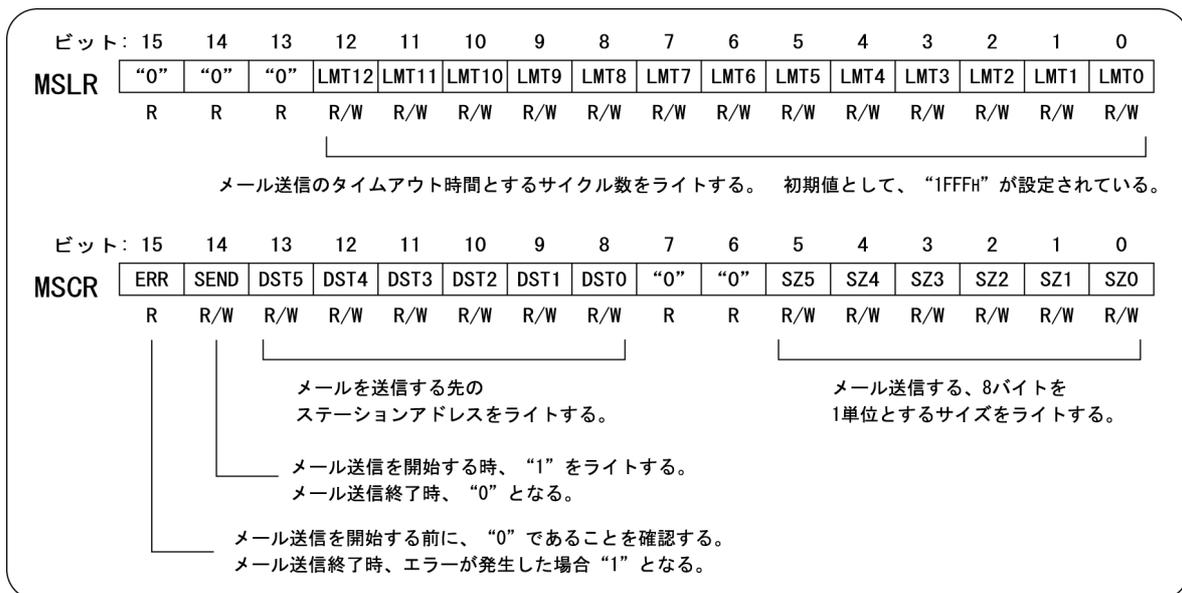

図4.24 MSLRとMSCRの操作
- ② MSCR のビット 15 (ERR : ERRor) が “0” であることを確認してください。ERR フラグビットが “0” でなかった場合は前回のエラーが残っているため、**“4.3.4 メール送信エラーに対する操作”**を参照して、ERR フラグビットを “0” にしてください。ERR フラグビットが “1” である場合は、下記④に記述された SEND ビットへの “1” のライトも無視されます (図 4.24 参照)。
- ③ メール送信のタイムアウトを設定する場合は、MSLR (Mail Send Limit time Register) のビット 0 ~ 12 (LiMit Time : LMT0 ~ 12) へ、サイクルタイムを 1 単位とするユーザアプリケーションによって定めるタイムアウト値 (16 進数) をライトします。MSLR の初期値が、ハードウェアリセットによって “1FFFH” にセットされているため、ユーザアプリケーションがタイムアウト値を定めない場合は、タイムアウト値をライトする必要はありません。MSLR へライトしたデータはハードウェアリセットがアクティブになるまで維持されるため、メール送信の都度設定する必要はありません。
- ④ MSCR のビット 0 ~ 5 (SiZe : SZ0 ~ 5) へは送信するデータセットのサイズ (16 進数) を、ビット 8 ~ 13 (DeStination : DST0 ~ 5) へは送信する先のステーションアドレス (SA) (16 進数) を、ビット 14 の SEND へは “1” をライトしてください。